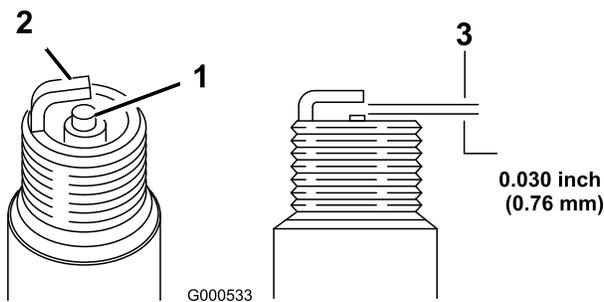

Figura 31
1. Mire la parte central de la bujía (Figura 31). Si se observa un color gris o marrón claro en el aislante, el motor está funcionando correctamente. Si el aislante aparece de color negro, significa que el limpiador de aire está sucio.
2. Compruebe la separación entre los electrodos central y lateral (Figura 31). Si la distancia no es correcta, doble el electrodo lateral (Figura 31).